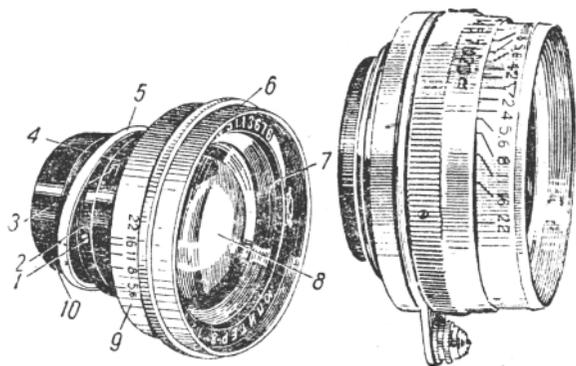

Рис. 201. Блок объектива. Рис. 202. Наружная оправка объектива.
блока (рис. 201) и наружной оправы (рис. 202), с помощью которой происходит осевое перемещение оправы-блока и сопряжение объектива с дальномером.
Отвинтив стопорный винт, берут левой рукой за оправу, а правой за кольцо (поводок) диафрагмы и вывинчивают блок. При этом нужно следить, чтобы не выпали юстировочные кольца 5 (рис. 201). -
При сборке, завинчивая блок, следует дотянуть его до совмещения красной точки на шкале глубины резкости с индексом «2» на поводке диафрагмы. Если менялись юстировочные крыльца 5 (рис. 201) нужно завинтить блок до упора, а затем выставить правильно поводок диафрагмы, который крепится тремя стопорными винтами. Под винтами
Блок и диафрагму разбирают в следующем порядке. Отвинчивают винт 1 (рис. 201) и кольцо 2, сделав метки на кольце и оправке, чтобы при сборке установить кольцо на место; отвинчивают винт 5, соединяющий диафрагменное кольцо с коронкой диафрагмы, и снимают диафрагменное кольцо 4 вместе с поводком 9. Затем освобождают два стопорных винта 7 и отвинчивают передний фланец 6. Вынимают вкладыш 7 и переднюю линзу 5, вкладыш и склеенные вторую, третью и четвертую линзы и отвинчивают оправку 10 со склеенными пятой и шестой линзами. Для извлечения лепестков диафрагмы нужно вынуть пружину крепления коронки и саму коронку. Сборка диафрагмы описана на стр. 37. Коронку устанавливают так, чтобы отверстие для винта 3 находилось у самого начала выреза, сделанного в оправке-блоке. Это отверстие ограничивает поворот диафрагмы.
2. П е р е д н и й ф л а н е ц 6 (см. рис. 201) не укреплен. В результате привинчивания и отвинчивания светофильтров ослабевает крепление стопорных винтов, и фланец 6 незначительно отвинчивается. Если фланец неплотно прижимает вкладыш передней линзы, то линза и второй компонент оказываются плохо укрепленными. Это приводит к недостаточной резкости изображения. Неисправность обнаруживается по люфту фланца 6 и по постукиванию линз.